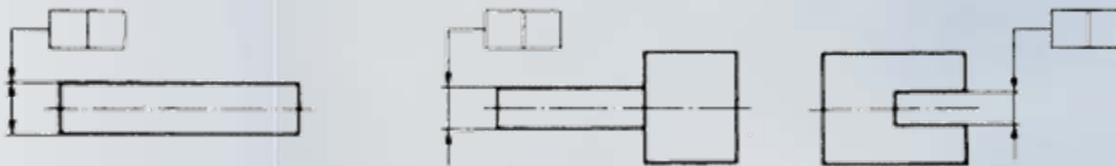

Figura 4.7 Sobre cota
- Sobre la prolongación de una cota si se refiere al eje o plano de simetría del elemento (figura 4.7).